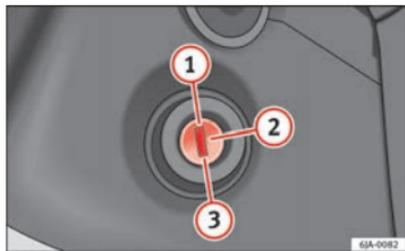

Fig. 101 Positions de la clé de contact
- Au cours de la conduite avec le moteur à l'arrêt, la clé de contact doit toujours se trouver dans la position ② ⇒ fig. 101 ⇒ page 146 (contact d'allumage mis). Cette position est indiquée par l'allumage des témoins. Dans le cas contraire, le blocage intempestif de la direction pourrait survenir - risque d'accident !
- Il est possible d'actionner le démarreur (position de la clé de contact ③ ⇒ fig. 101 ⇒ page 146) uniquement si le moteur est à l'arrêt. En actionnant le démarreur avec le moteur en mouvement, les butées peuvent être endommagées.
- Appuyez à fond sur la pédale d'embrayage ② ⇒ fig. 101 ⇒ page 146 et démarrez le moteur ③ sans appuyer sur la pédale d'accélérateur. Maintenez la pédale d'embrayage enfoncée jusqu'à ce que le moteur démarre. ▶
- Relâchez la clé de contact dès que le moteur démarre. La clé revient en position ②.
- Au bout de 10 secondes, si le moteur ne démarre pas, remplacez la clé sur la position ①. Renouvelez l'opération après 30 secondes.
⇒ fig. 101 ⇒ page 146. ■